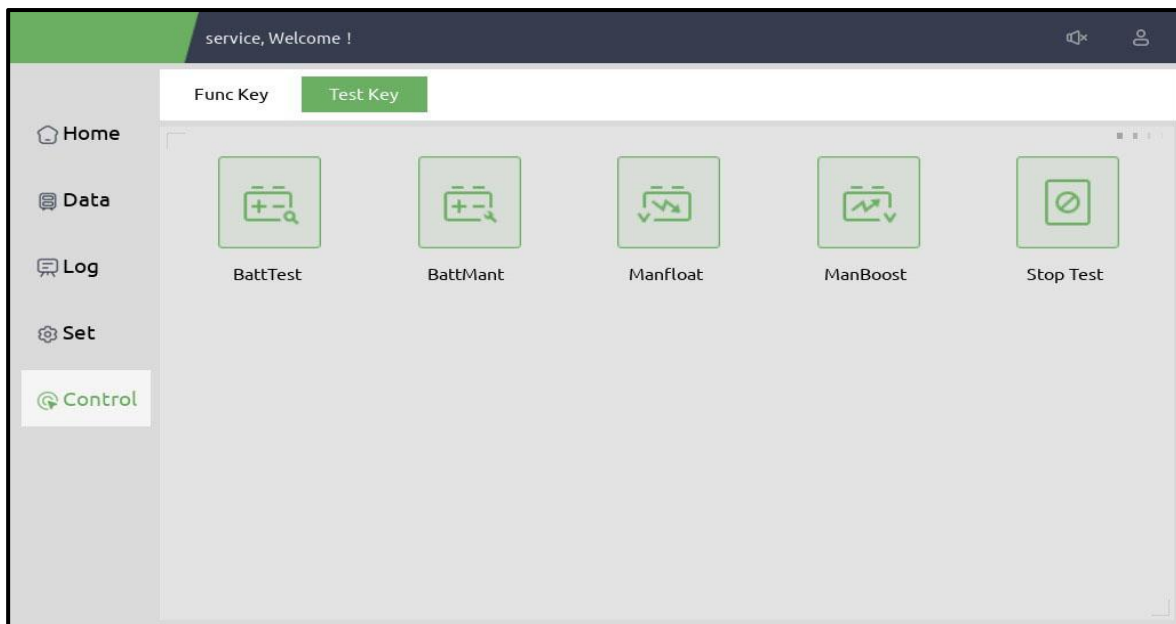

Figura 27 - Manutenção de Bateria
- a) Acesse o menu "Control", conforme mostrado na Figura 27, e toque no ícone "BattMant". O sistema entrará no modo de bateria para descarga.